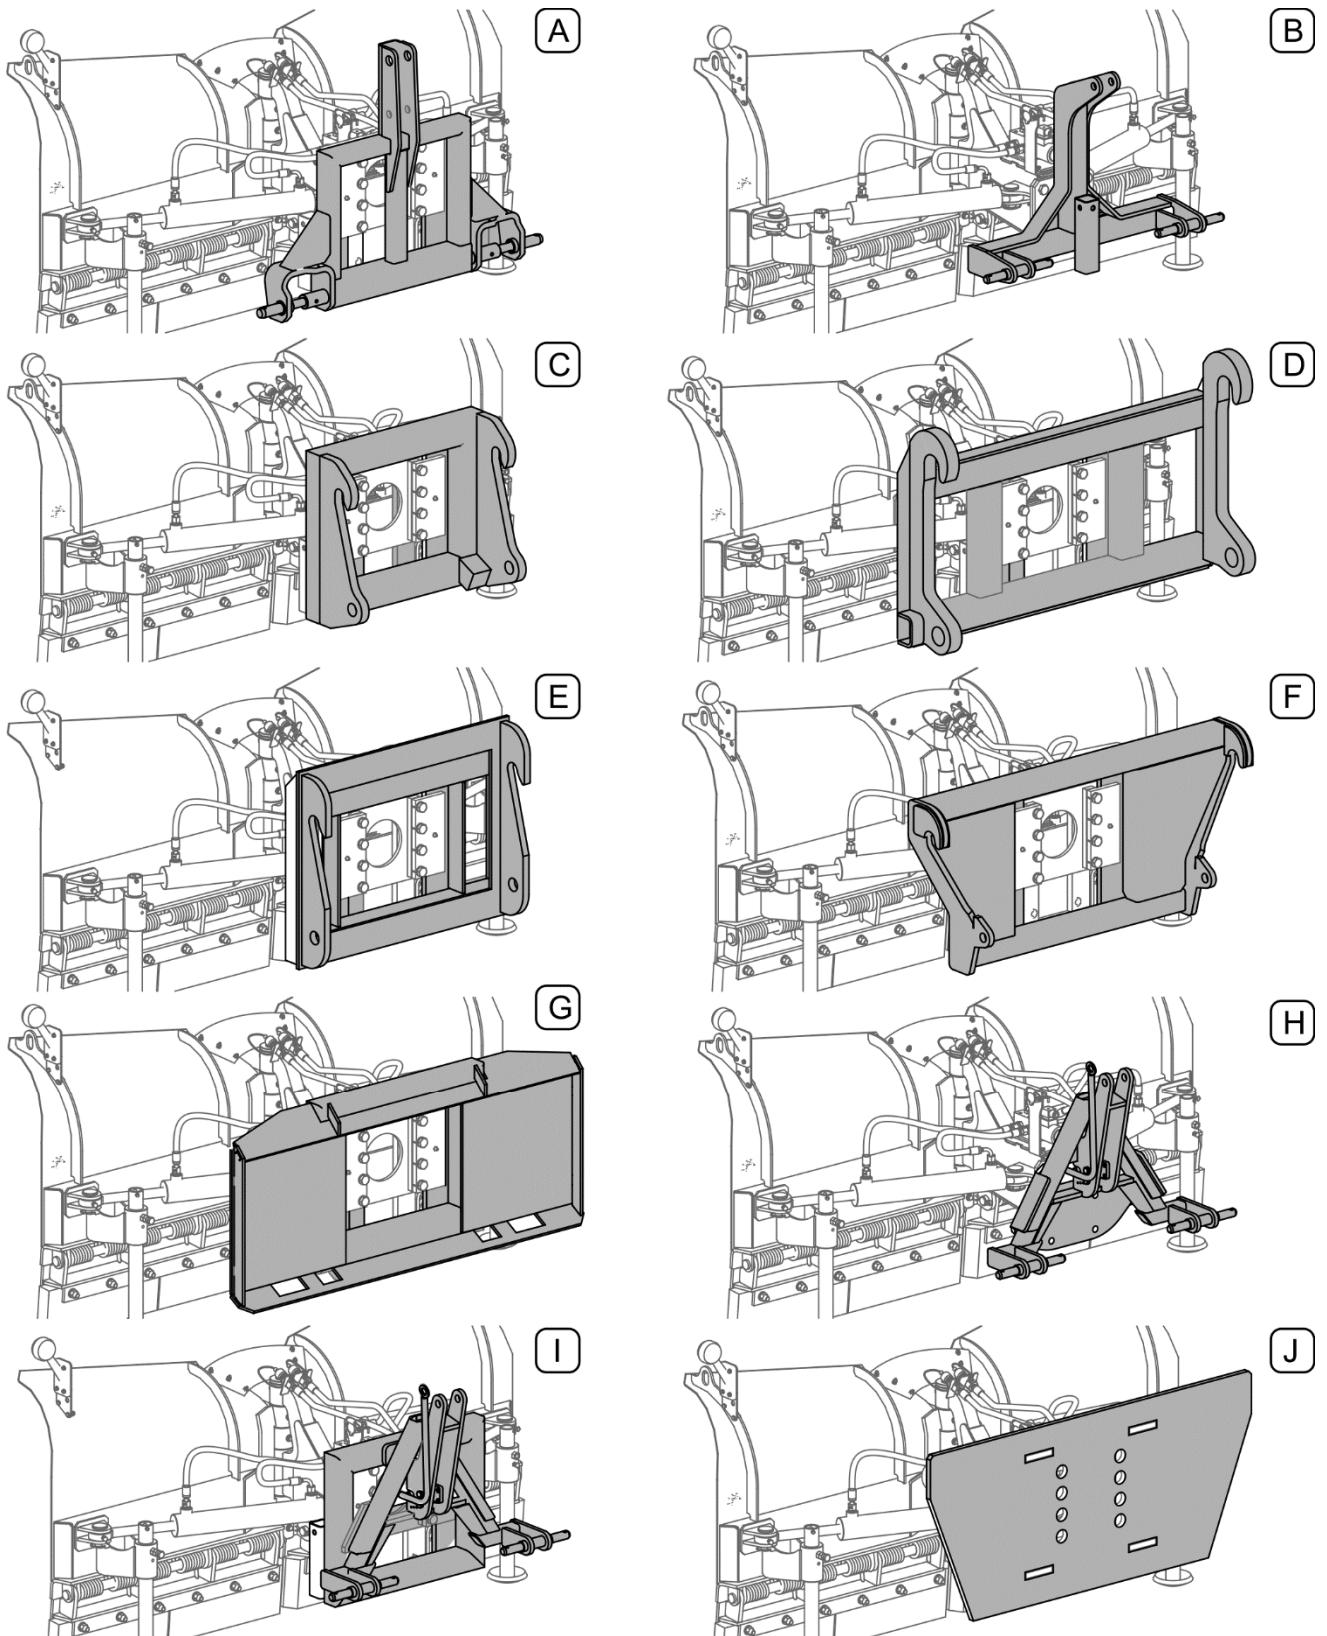
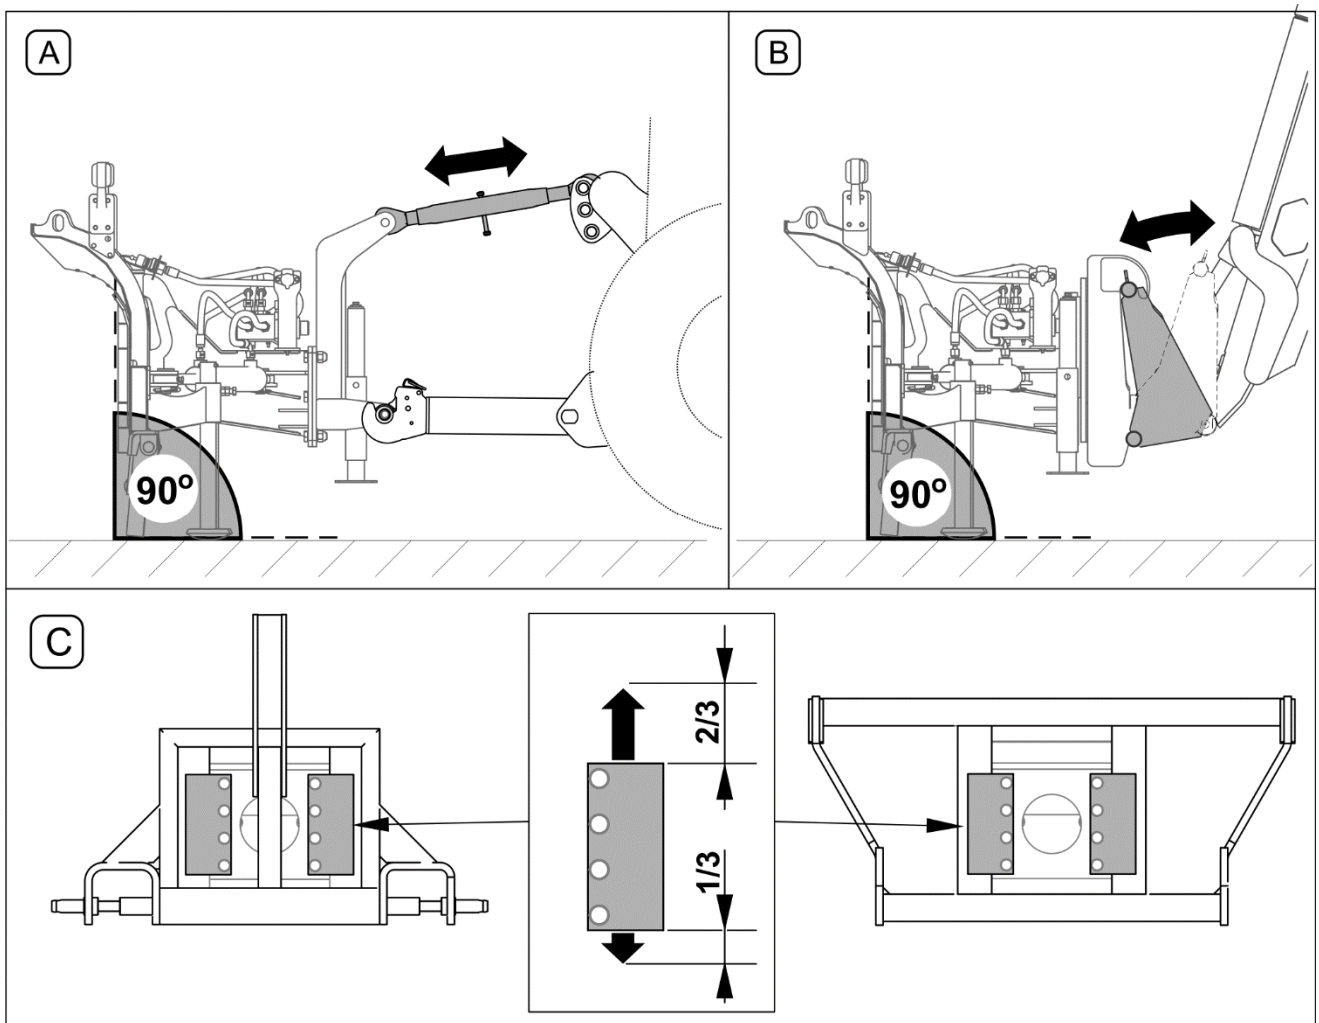

ABBILDUNG 4.1 Arten der Aufhängungen
ABBILDUNG 4.7 Ausrichtung des Pflugs
Die Aufhängungssysteme (B) und (H) (ABBILDUNG 4.1) werden am Pflug fest befestigt und erfordern den Einsatz des Trägerfahrzeugs mit sog. Schwimmposition, die optimale Boden Anpassung erlaubt.
Für einen optimalen Betrieb ist der Korpus der Pfluges horizontal auszurichten (Die Achse des Hauptzapfens der Räumleisten soll zur Bodenebene senkrecht verlaufen. Die horizontale Ausrichtung des Pfluges erfolgt bei Trägerfahrzeugen mit der Dreipunkthydraulik (A) durch die Einstellung der Zentralkupplung (ABBILDUNG 4.7) und bei Frontladern und sonstigen Trägerfahrzeugen (B) durch die entsprechende Einstellung des Rahmens für die Befestigung der Arbeitswerkzeuge (z.B. mithilfe von Positionsanzeige der Arbeitswerkzeuge des Laders, falls vorhanden).
Den Pflug mit Pendelaufhängung (C) so einstellen, dass nach dem Aufsetzen des Pfluges auf den Grund der Bewegungsbereich des Korpus gegenüber der Aufhängung während der Bewegung über das Gelände im Verhältnis zum Gesamthub (ABBILDUNG 4.7) 1/3 nach unten und 2/3 nach oben beträgt. Beim Betrieb des Pfluges mit der Pendelaufhängung (A, C, D, E, F, G, I, J) (ABBILDUNG 4.1) ist das Trägerfahrzeug (*Dreipunkthydraulik des Schleppers, Ausleger des Laders*) in Fixposition zu bringen, wobei die Maschine in Schwimmposition nicht betrieben werden darf.